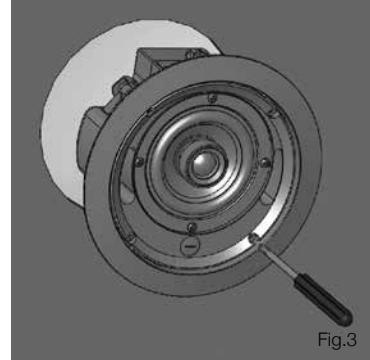

Fig.3
4. Faites glisser l'enceinte au travers du trou et tournez les vis pour déployer les ailettes de montage. Serrez les vis jusqu'à ce qu'une bonne fixation soit obtenue. Si vous utilisez une visseuse électrique, Tannoy recommande un réglage de couple de 1,5 Nm (Fig.3).